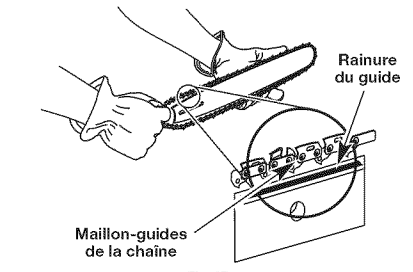

Fig. 37
2. Placez les maillon-guides de la chaîne dans la rainure du guide tel qu'indiqué (Fig. 37).